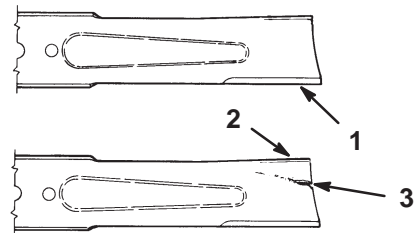

Figure 27
1. Inspectez les tranchants des lames (Fig. 27). Si elles ne sont pas tranchantes ou si elles présentent des indentations, déposez et aiguiser les lames (voir Aiguisage des lames, page 25).
2. Inspectez les lames, surtout la partie incurvée (Fig. 27). Remplacez immédiatement toute lame endommagée, usée ou qui présente une entaille (repère 3 de la Fig. 27).